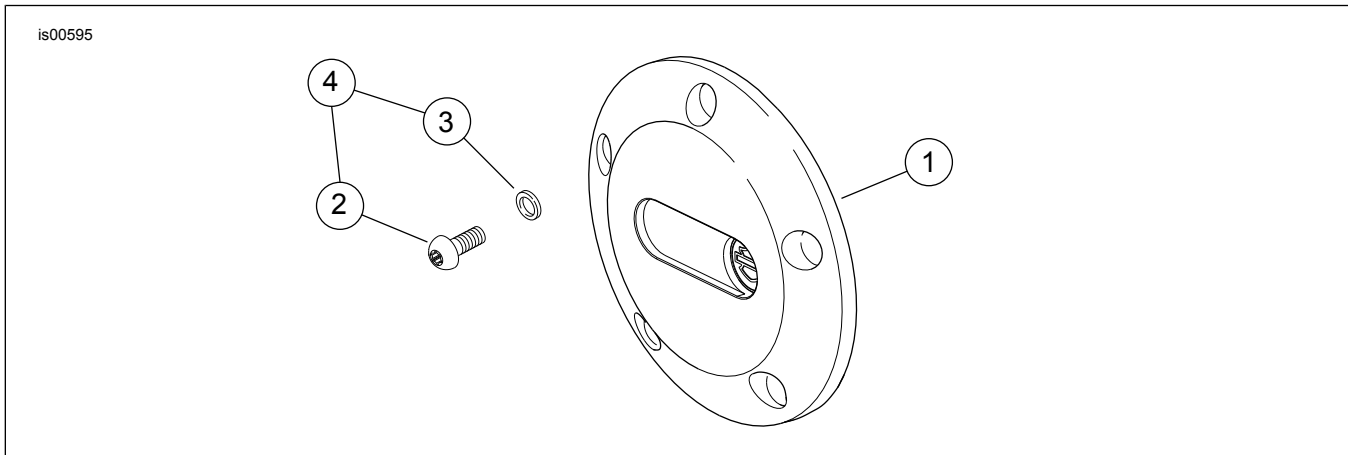

Figura 2. Tampa de inspeção da embraiagem "Aluminator"
Consultar Figura 2 e Tabela 1.
- b. Consultar Figura 2. Coloque uma anilha (3) do kit nas roscas de um dos **novos** parafusos (2). Insira as roscas do parafuso através do orifício superior na tampa de inspeção da embraiagem e enrosque-o cuidadosamente no orifício em formato triangular da junta. Não empurre o parafuso pelo orifício.